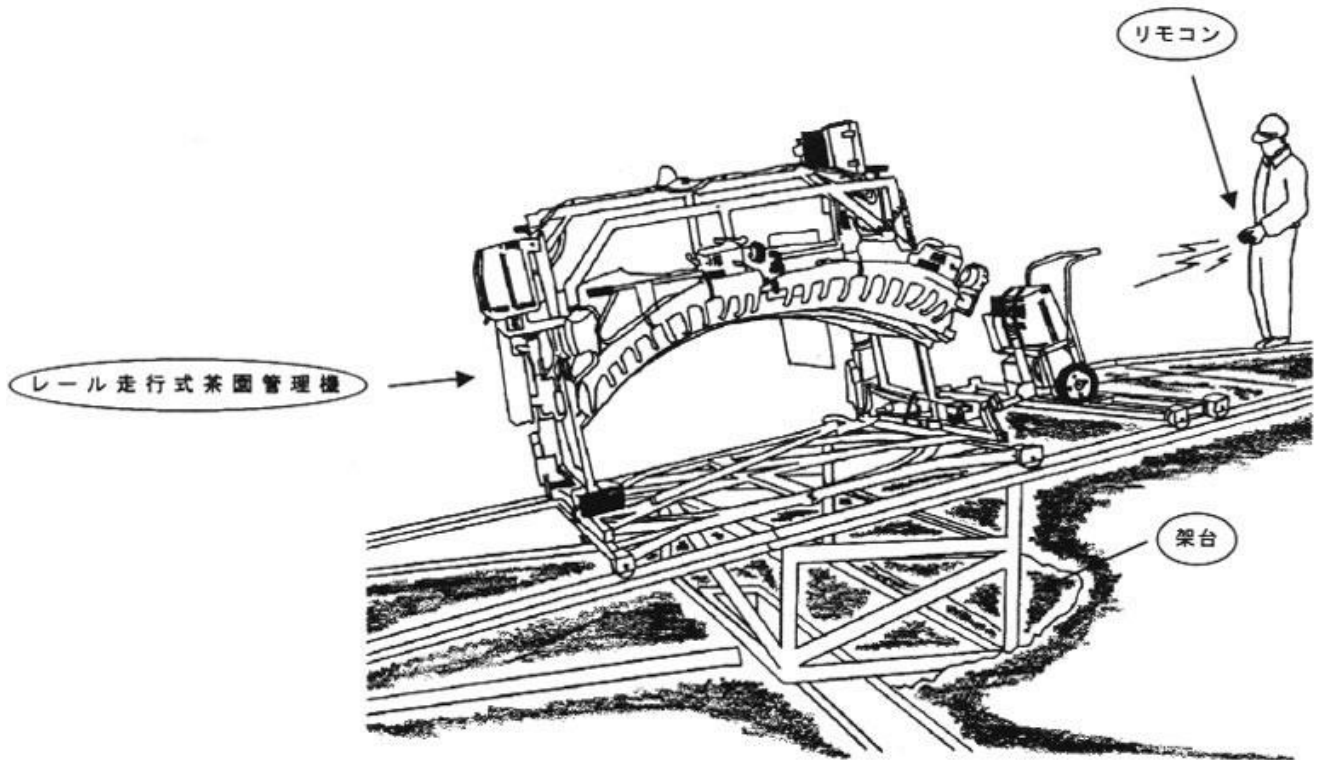
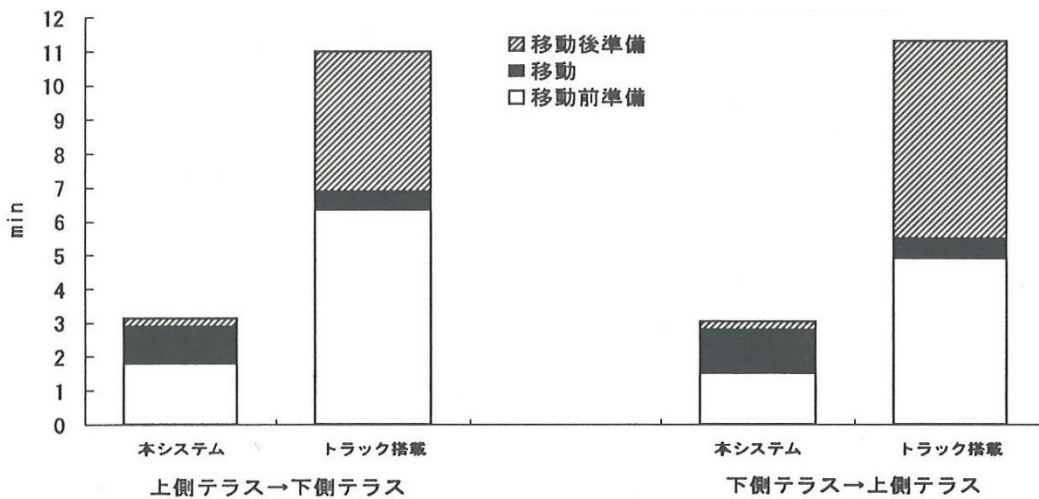

図3 テラス間移動状況
図4 テラス間移動方式別の移動作業時間
3. 本システムによるテラス間移動(図3)は、トラック搭載移動に比べて、作業時間が約 1/4 に短縮できる(図4)。さらに、台車(質量 55 kg)運搬の必要もなく、1人作業が可能である。また、既存のレール走行式茶園管理機導入に係る資材を活用でき、設備コストの低減が図れる。